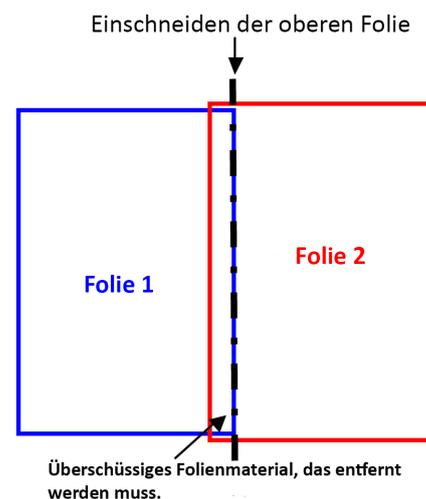

Abbildung 03
- › Falls bei der Folierung mehrere aufeinanderfolgende Bahnen verklebt werden müssen, so ist der Anschluss zwischen zwei Bahnen folgendermaßen durchzuführen (Abb. 03): Verkleben Sie die zweite Folienbahn (Folie 2) mit einer Überlappung von etwa 1 cm auf der benachbarten Folienbahn (Folie 1). Die obere Folie (Folie 2) ist mit dem Cutter bündig am Rand der darunterliegenden Folie (Folie 1) einzuschneiden. Das abgeschnittene überschüssige Material der Folie 2 muss entfernt werden.